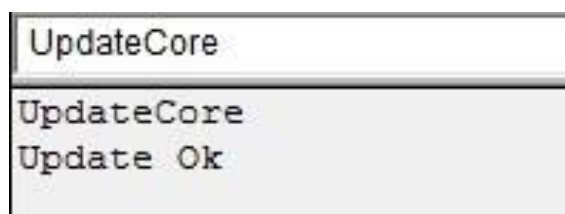

Рисунок 1.5. Успешное завершение обновления ПО
11. Выполнить команду нажатием клавиши **Enter**. По завершению прошивки отобразится сообщение «Update Ok» (см. рисунок 1.5).